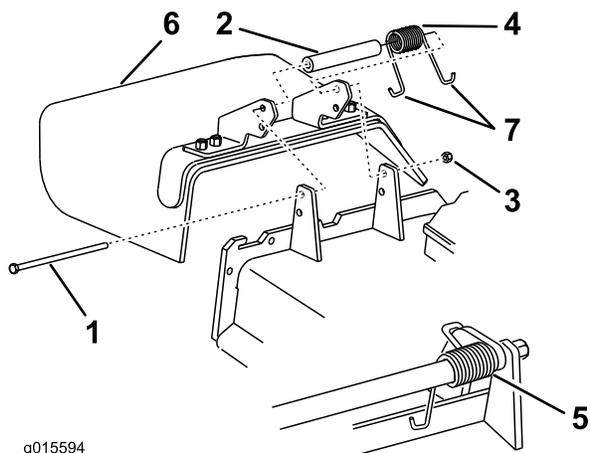

Figura 88
1. Togliete il dado di bloccaggio, il bullone, la molla e il distanziale che fissano il deflettore alle staffe orientabili del tosaerba (Figura 88).
2. Togliete il deflettore di sfalcio se è danneggiato o consumato (Figura 88).
Nota: Verificate che un'estremità a gancio J della molla si trovi dietro il bordo del piatto di taglio prima di montare il bullone, come illustrato nella Figura 88.
6. Infilate l'estremità a gancio J della molla attorno al deflettore dello sfalcio (Figura 88).